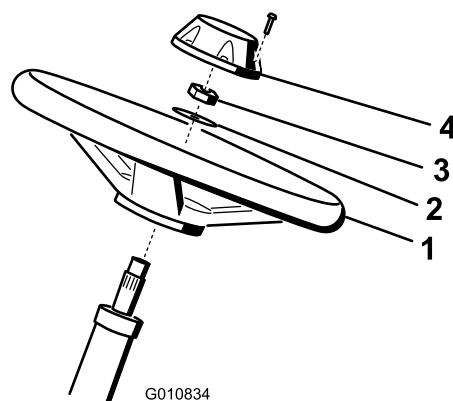

図 3
1. ハンドルをステアリング シャフトにはめ込む（図 3）。
2. ワッシャをステアリング・シャフトにはめ込む（図 3）。
3. ジャムナットでハンドルを固定し、2.8～3.6 kg.mに トルク締めする（図 3）。
4. キャップを取り付け、ねじで固定する（図 3）。